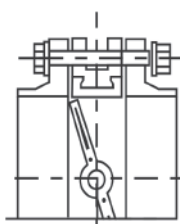

Рис. 4
12. Перед началом монтажа диск поворотного затвора необходимо немного приоткрыть, но так, чтобы диск не выходил за корпус дискового поворотного затвора (рис. 4).